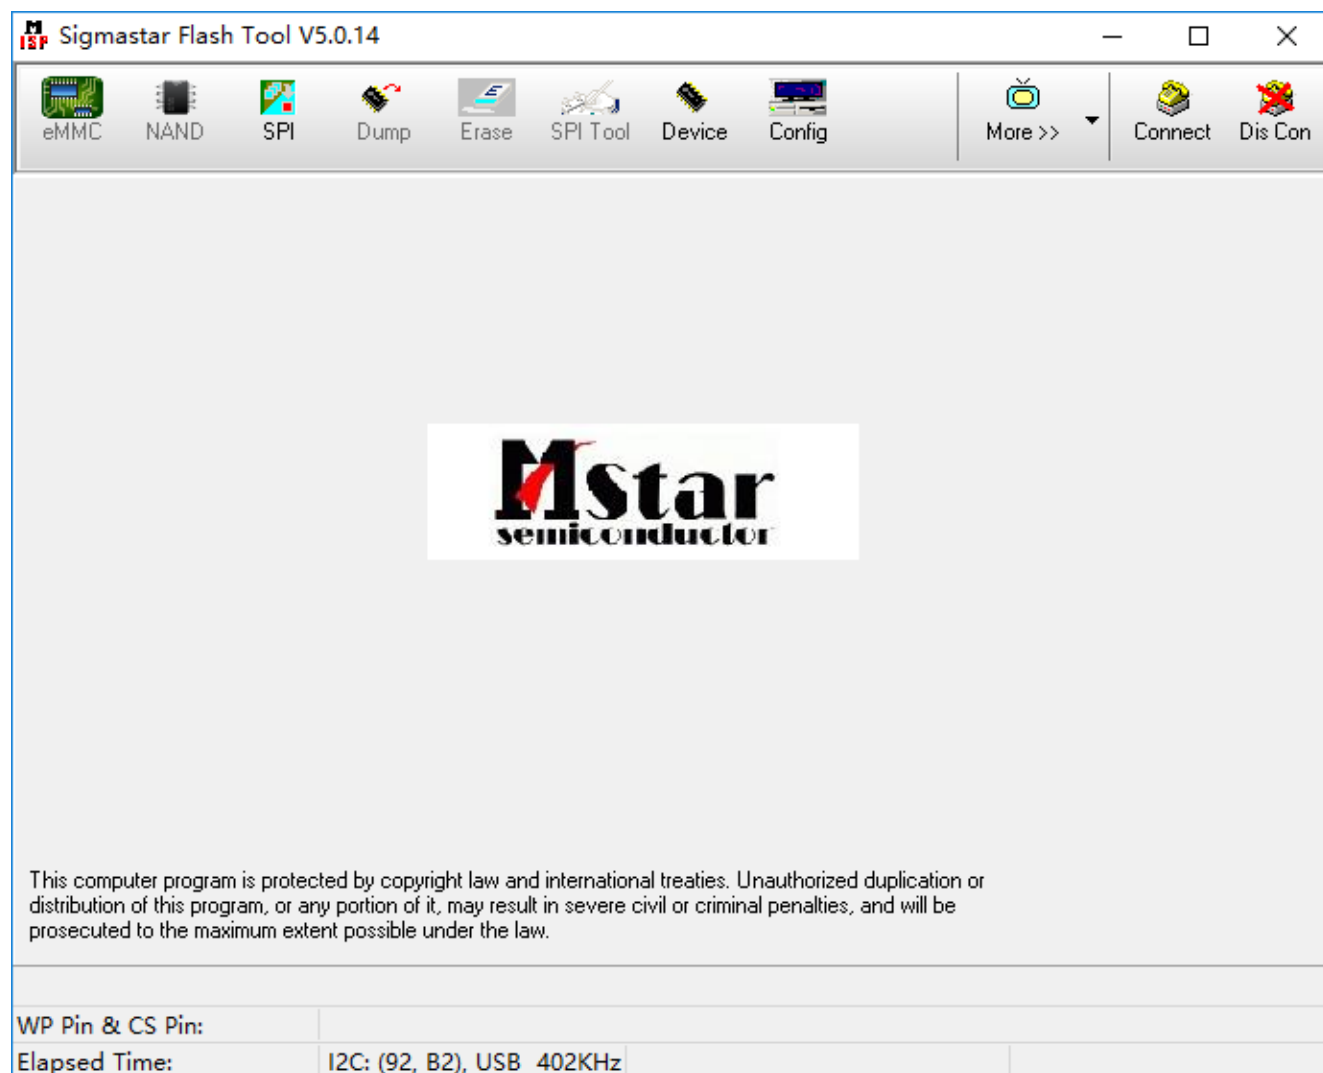

图 13
Step 2: 打开 Flash Tool 工具，如下图 13 所示；